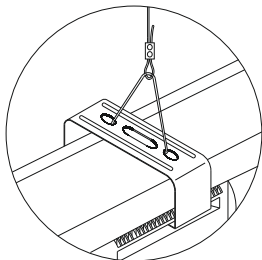

Рисунок 4
**3.2.6** Монтаж светильника на подвесах (рисунок 4) производить при помощи скоб монтажных, входящих в комплект изделия, и тросов (тросы в комплект не входят).